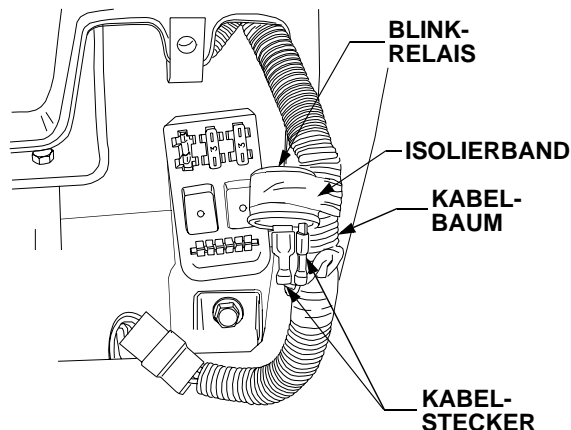

Abbildung 43
- Den Kabelbaum aus der Trägeröffnung ziehen. Das Isolierband, mit dem das Blinkrelais am Kabelbaum befestigt ist, durchschneiden und entfernen. Siehe Abbildung 43.